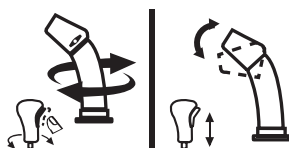

Figura 61
- Para cambiar la dirección en la que se arroja la nieve, oprima el botón del control y gírelo hacia la derecha o izquierda (Figura 61).